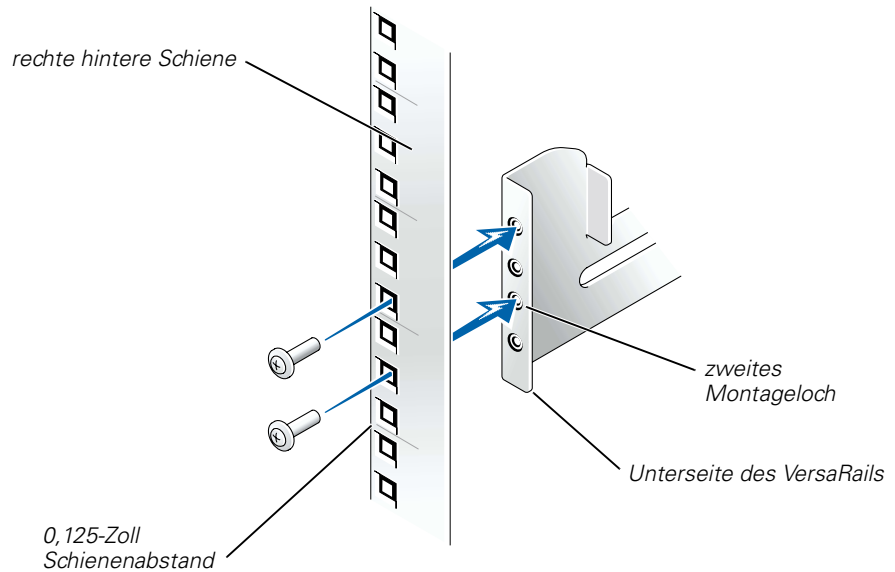

Abbildung 3-3. Ausrichtung und Installation des VersaRails in der hinteren vertikalen Schiene
5. Wenn das VersaRail in der Waage ist, befestigen Sie die Rückseite des VersaRails mit zwei Kreuzschlitzschrauben am Rack (siehe Abbildung 3-3).